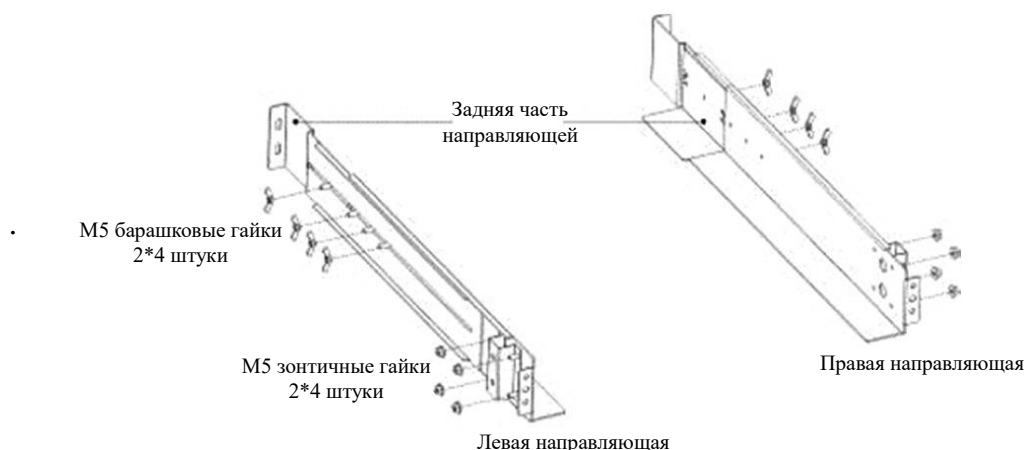

Рисунок 1 Сборка направляющих
- с) Закрутите четыре барашковые гайки М5 на каждой для фиксации глубины рельс (см. рисунок 1 выше).